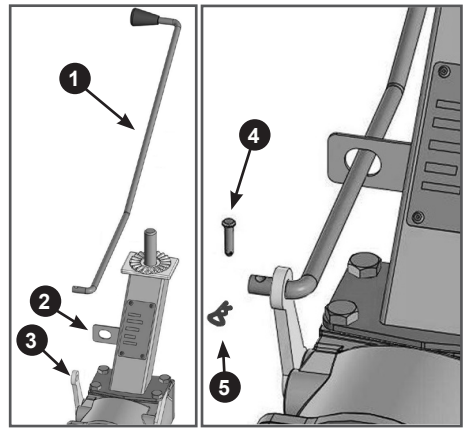

Рис. 9. Установка ручки рычага переключения передач
7. Установите ручку рычага переключения передач. Проденьте ручку 1 рычага в отверстие на кронштейне 2 стойки рабочих рукояток, после чего вставьте ручку в рычаг 3 переключения передач (Рис. 9). Зафиксируйте ручку на рычаге с помощью пальца 4 и шплинта 5 (Рис. 9).